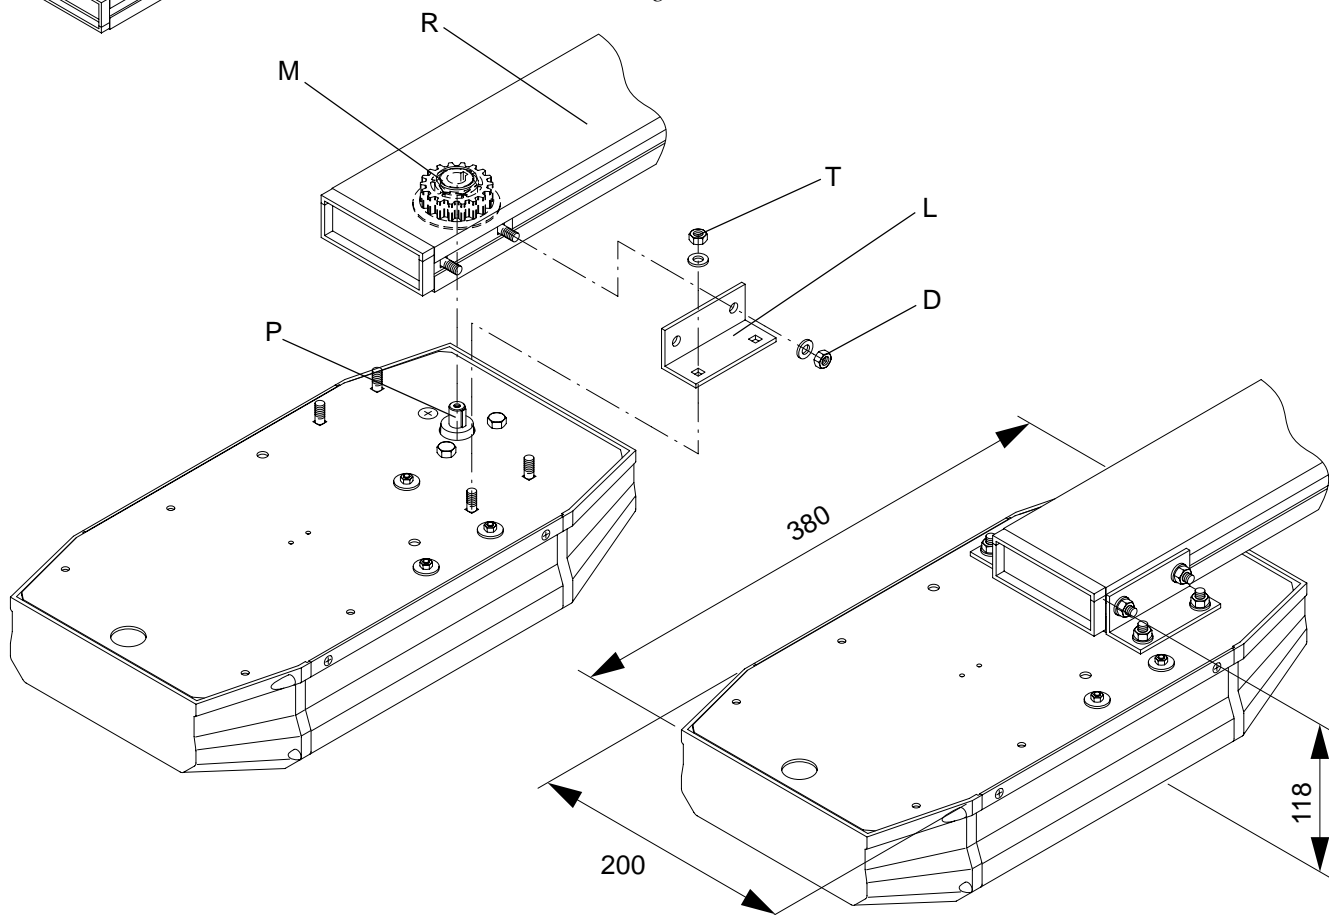

Fig.4
- Montare le staffe ad L sulla rotaia R senza serrare a fondo i dadi D (fig.4).
- Mount the brackets L on the track R without tightening the nuts D (Fig. 4).
- L-förmige Bügel auf die Schiene R montieren; dabei die Muttern D locker anbringen (Abb. 4).
- Monter les brides en L sur le rail R sans serrer à fond les écrous D (fig. 4).
- Desmontar las escuadras en L en el riel R sin apretar a fondo las tuercas D (fig.4).